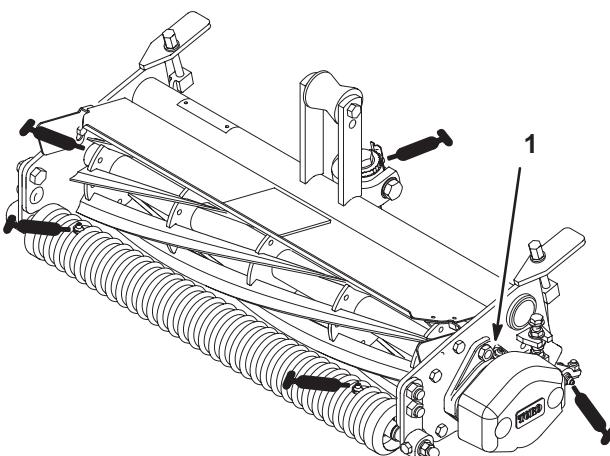

Figure 6
- Point de pivot du bouton de réglage (Fig. 6)
- Roulements de cylindres (2) (Fig. 6)
- Rouleaux avant et arrière (2) (Fig. 6).
2. Lubrifiez les roulements de cylindres (Fig. 6) jusqu'à ce que la graisse sorte par l'orifice de décharge de pression.
3. Lubrifiez les roulements à rouleaux avant et arrière (Fig. 6) jusqu'à ce que la graisse commence à sortir autour des lèvres des joints.
4. Graissez le point de pivot de réglage (Fig. 6).